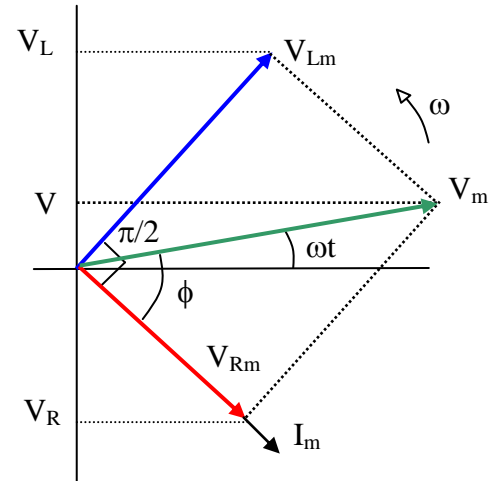
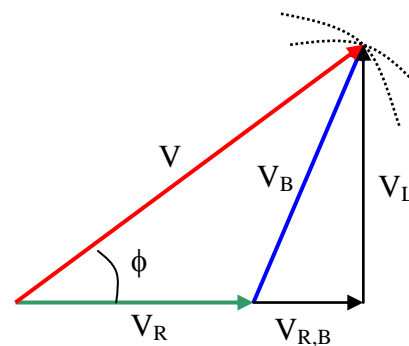

Figura 11.5
Figura 11.6
As grandezas desconhecidas nesta expressão, I_m e ϕ podem ser obtidas pela análise do diagrama de fasores, figura 11.5.
4. Em seguida, meça a tensão total (V), a tensão no resistor (V_R), a tensão na bobina (V_B) e leia a corrente I . A partir destes dados, determine a impedância do circuito ($Z = V/I$) e a resistência do resistor R .
5. Se a bobina fosse ideal, a corrente estaria atrasada de 90° em relação à tensão V_L . Como no resistor a corrente e a tensão estão em fase, o diagrama de fasores das tensões seria então semelhante ao da figura 11.5. A bobina, no entanto, possui resistência ôhmica, de modo que o diagrama para este caso deve ser diferente do apresentado na figura 11.5. Para construir o diagrama de fasores para este caso, comece desenhando no papel milimetrado, em escala e no eixo horizontal, o fasor V_R (tensão no resistor). Com o centro na origem deste fasor, trace um arco de círculo de raio V e com o centro na extremidade de V_R , trace um novo arco com raio V_B . Procedemos dessa forma, pois vimos que os fasores se adicionam como se fossem vetores. A partir do diagrama, determine $V_{R,B}$ e V_L (figura 11.6). $V_{R,B}$ representa a queda